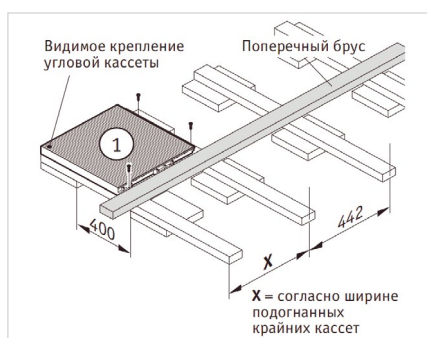

Рис. 6 Укладка кассеты №1
- Выровнять кассету №1 и привинтить в 3 точки замкового выступа на 2 опорных ригелях при помощи шурупов с полукруглой головкой 4,0 x 40 мм. Дополнительно на внешнем углу кассета крепится насквозь видимым креплением при помощи шурупа с потайной головкой 4,0 x 60 мм в раззенкованное отверстие диаметром 4 мм (рис. 6).